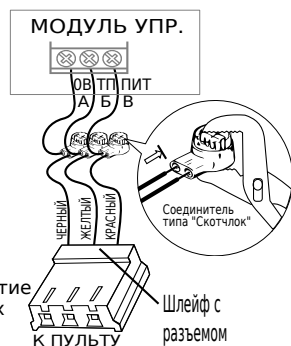

Рис. 5.4.1.
- соединить провода шлейфа с разъемом и кабеля при помощи соединителя «скотчлок». Для этого вставьте концы проводов в скотчлок до упора и сожмите его, как показано на рис. 5.4.1. Сжатие соединителя фиксирует соединение проводов и герметизирует их жидким силиконом;